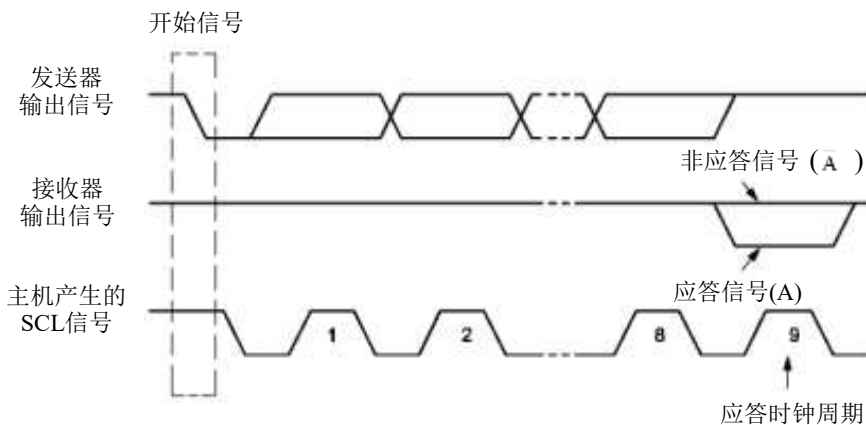

Figure 15-5 IIC 总线的应答信号
重新开始信号 (Repeated START): 在 IIC 总线上，由主机发送一个开始信号启动一次通信后，在首次发送停止信号之前，主机通过发送重新开始信号，可以转换与当前从机的通信模式，或是切换到与另一个从机通信。如 Figure 15-5 所示，当 SCL 为高电平时，SDA 由高电平向低电平跳变，产生重新开始信号，它的本质就是一个开始信号。
应答信号 (A): 接收数据的 IIC 在接收到 8 位数据后，向发送数据的 IC 发出的特定的低电平脉冲。每一个数据字节后面都要跟一位应答信号，表示已收到数据。应答信号在第 9 个时钟周期出现，这时发送器必须在这一时钟位上释放数据线，由接收设备拉低 SDA 电平来产生应答信号，由接收设备保持 SDA 的高电平来产生非应答信号 (\bar{A})，如 Figure 15-5 所示。所以，一个完整的字节数据传输需要 9 个时钟脉冲。如果从机作为接收方向主机发送非应答信号，这样，主机方就认为此次数据传输失败；如果是主机作为接收方，在从机发送器发送完一个字节数据后，发送了非应答信号，从机就认为数据传输结束，并释放 SDA 线。不论是以上哪种情况都会终止数据传输，这时，主机或是产生停止信号释放总线，或是产生重新开始信号，开始一次新的通信。开始信号、重新开始信号和停止信号都是由主控制器产生，应答信号由接收器产生，总线上带有 IIC 总线接口的器件很容易检测到这些信号。